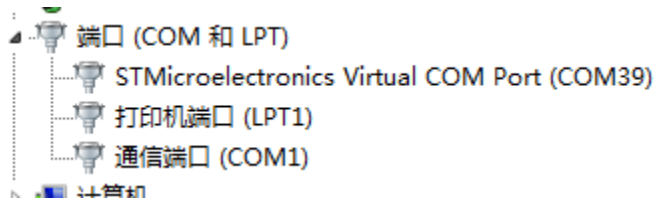

图 1.6 成功安装虚拟串口
- ⑥ USB 连接四轴或遥控器，在设备管理→端口可以看到如下图 1.6 所示。